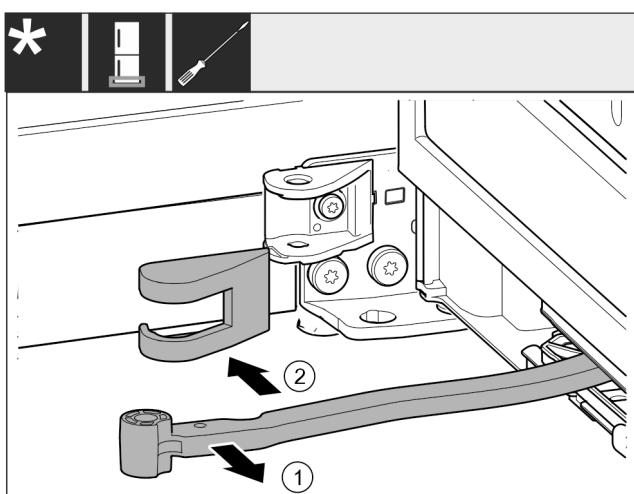

Fig. 14
- Поверните шарнир в направлении двери. Fig. 14 (1)
► Удалите крышку опорного кронштейна. Fig. 14 (2)